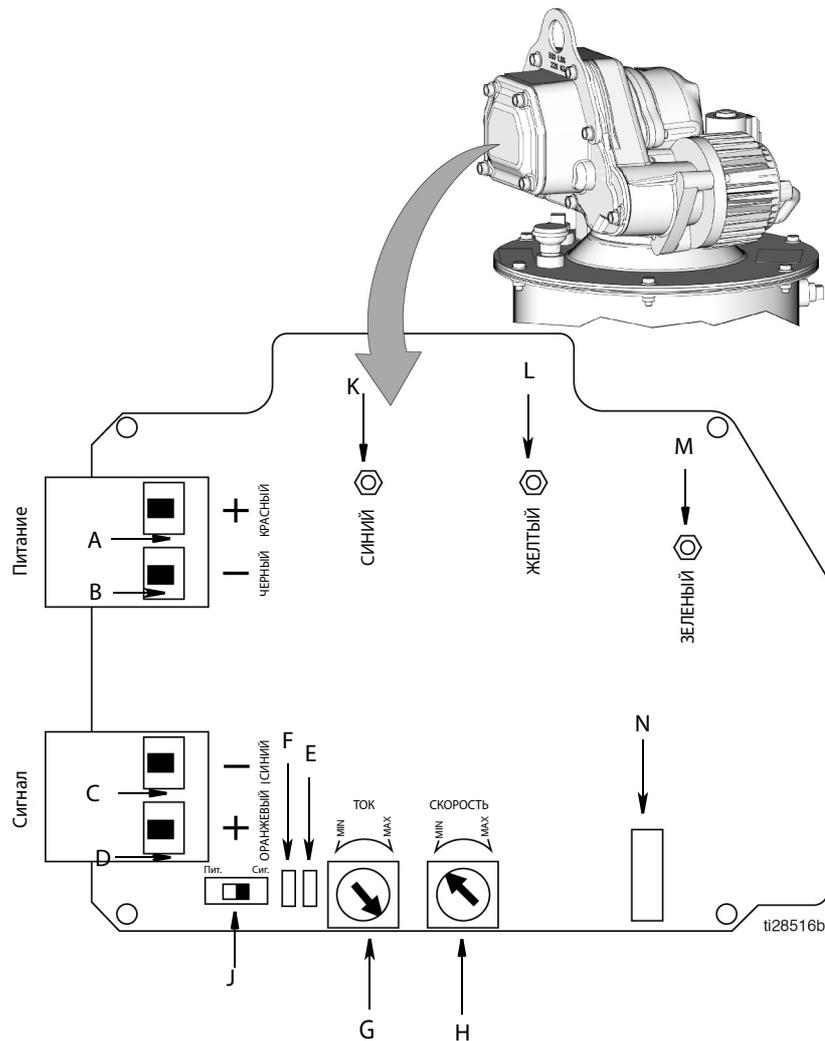

Рис. 9
- Когда переключатель управления насосом (J, Рис. 9 стр. 11) установлен в позицию сигнального режима, двигатель и насос работают, если напряжение подается на контакты сигнала и питания.
- Когда переключатель управления насосом (J, Рис. 9 стр. 11) установлен в позицию силового режима, двигатель и насос работают, если напряжение подается на контакты питания. Подача напряжения на контакты сигнала при этом не требуется.